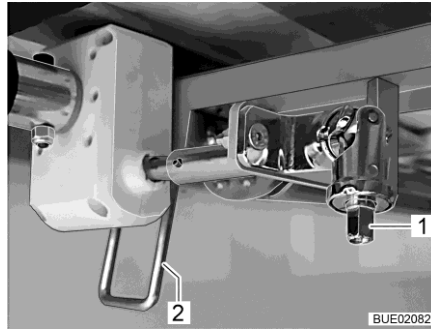

Fig. 150 Ajuste de la altura
- Encajar la manivela en la espiga (Fig. 150,1).
- Girar la palanca (Fig. 150,2) hacia abajo, a la posición vertical.
- Girar la palanca (Fig. 150,2) hacia arriba, a la posición horizontal.